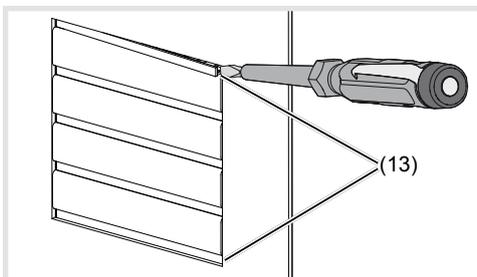

Figura 11: rimozione delle strisce di copertura
- Sollevare in avanti ed estrarre le strisce di copertura di bloccaggio (13) sopra e sotto con il cacciavite (figura 11).